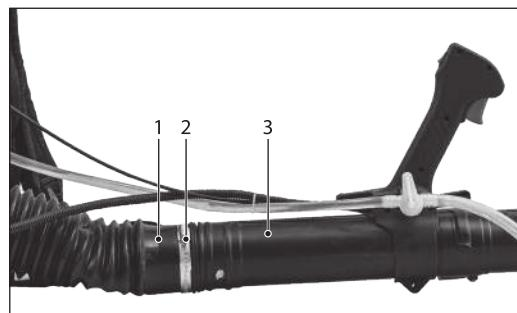

Рис. 2
- Установите хомут 2 (рис. 2) на конец гибкой трубы 1 с меньшим диаметром. Наденьте гибкую трубу 1 с хомутом 2 на трубу напорную 3 (тип A). Затяните хомут 2.